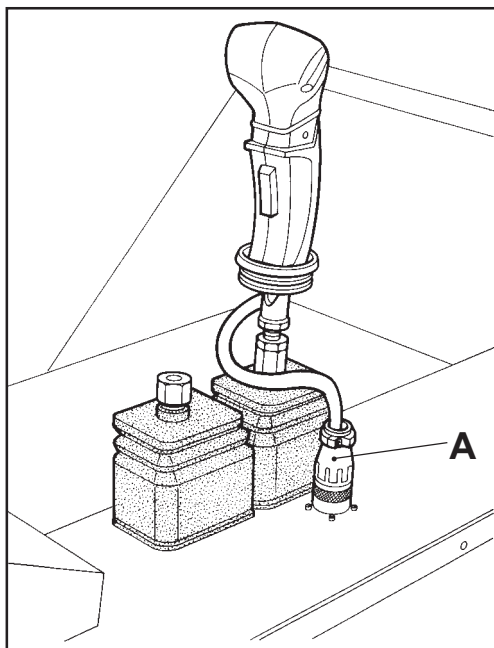
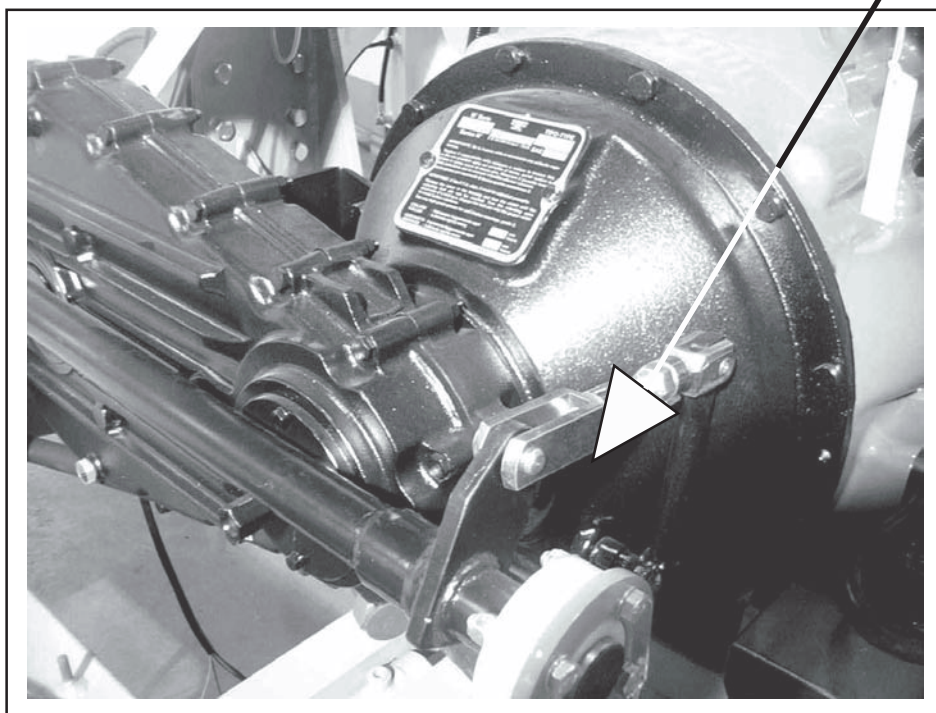
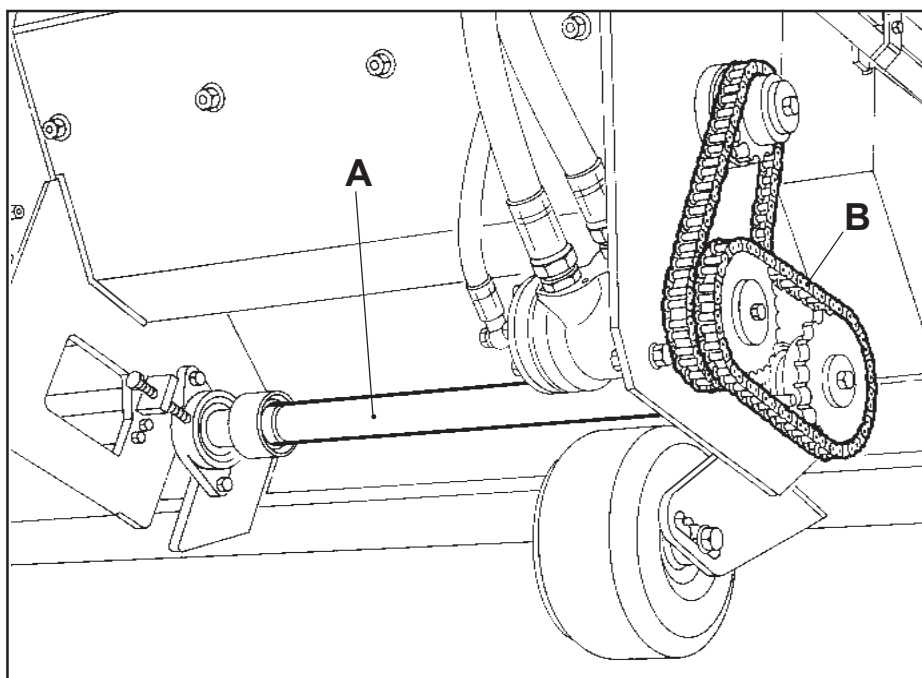
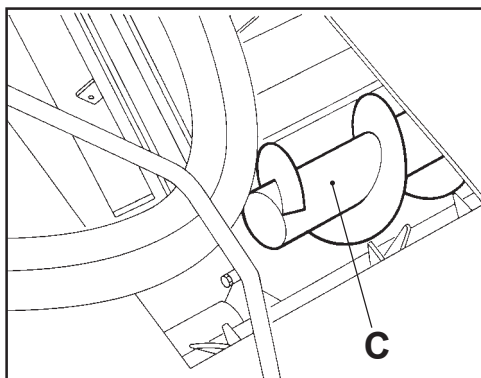

FIG. 38
FIG. 39
FIG.40
FIG. 41
<ul style="list-style-type: none"> • De freesarm en de laadband werken niet: 	<p>Controleer of de koppelingspook in de versnelling staat. Controleer de keuze van de draairichting op de multifunctionele hendel, door het branden van de lampjes te controleren (Onderdeel 1-2/3-4 pag. 230). Controleer de stop F9 (Fig. 7 pag. 240). Controleer de verbinding (A - Fig. 38) van de multifunctionele hendel. Controleer of de hendels en de vorken van het koppelingsmechanisme op hun plaats zitten (Fig. 39).</p>
<ul style="list-style-type: none"> • De machine laadt het materiaal niet: • de band blokkeert en de as (A) (Fig. 39) draait en laat de rol van de band slippen: • de band blokkeert en de as (A) (Fig. 39) draait niet: 	<p>Controleer eventuele verstopping aan de binnenkant van het kanaal. (Fig. 27 pag. 268)</p> <p>Controleer op eventuele aanwezigheid van een vreemd voorwerp tussen het binnenste deel van de band en de beschermingsbak. Controleer de integriteit van de band.</p> <p>Controleer op verstopping van de laadvijzel (C - Fig. 41). Controleer de transportkettingen (B - Fig. 40).</p>